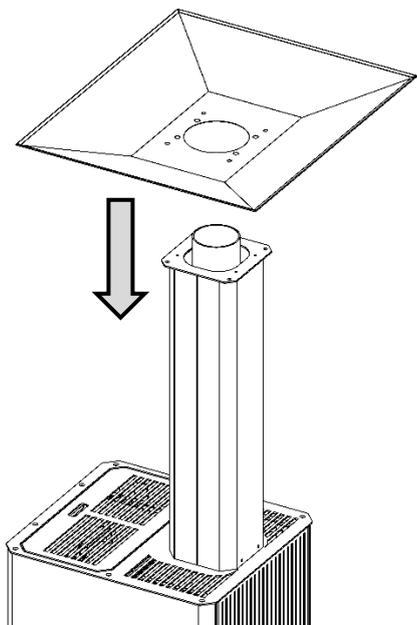

Fig. 04
5. Appoggiare la parabola inferiore (Fig.04)